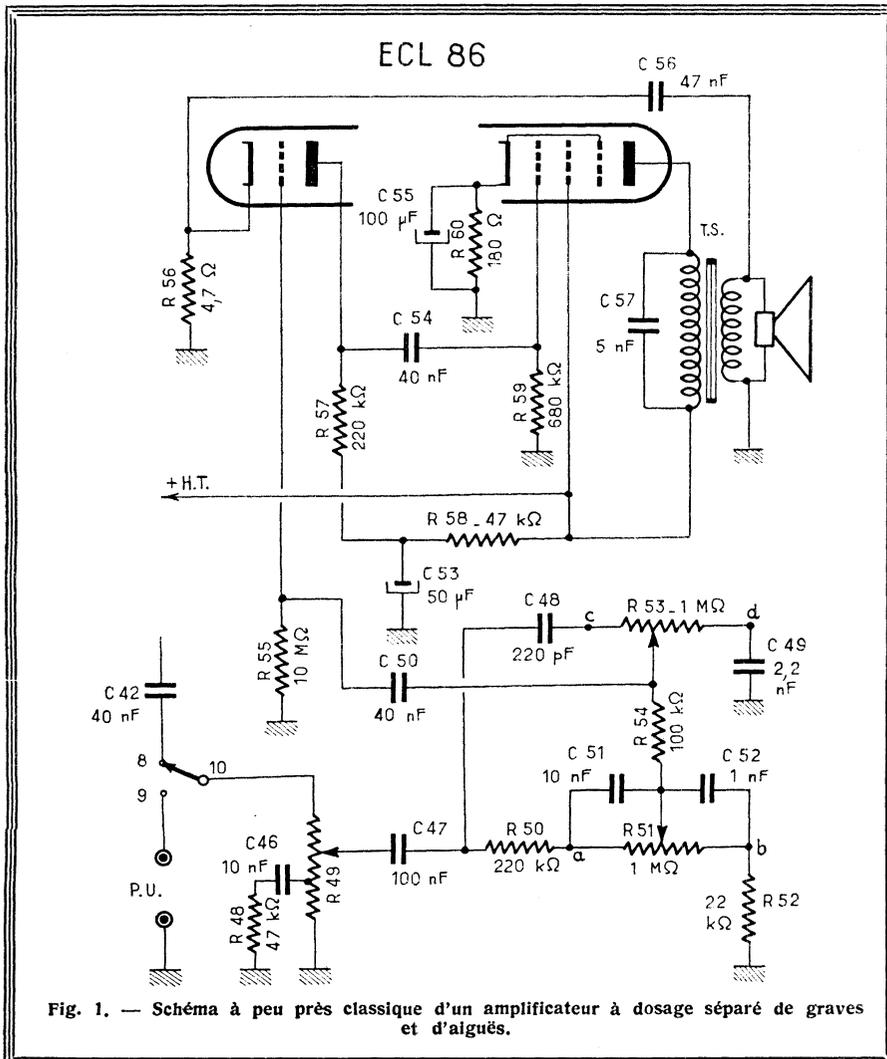

Fig. 1. — Schéma à peu près classique d'un amplificateur à dosage séparé de graves et d'aiguës.
Quelques exemples et résultats de mesures effectués sur un montage à peu près classique de la figure 1 nous feront mieux comprendre la façon de procéder.
Pour le montage de la figure 1, après avoir connecté le générateur B.F. suivant les indications données plus haut, nous l'accordons sur 800 Hz et réglons la tension de sortie à 0,05 V. Autrement dit, le bouton (2) sera placé sur B, le bouton (3) sur la position 8 et le bouton (4) ajusté de façon à amener l'aiguille du cadran 1 sur la graduation 800. D'autre part, l'atténuateur à plots (7) sera placé sur la position 0,1 V, et l'atténuateur progressif (9) ajusté de façon à amener l'aiguille du cadran (6) sur la graduation 5 de l'échelle supérieure (0 à 10).
Pour tracer la courbe de réponse de l'amplificateur de la figure 1, nous devons évidemment appliquer le signal à l'entrée P.U. et prélever la tension de sortie aux bornes de la bobine mobile, autrement dit aux bornes du secondaire du transformateur T.S. La marche à suivre sera la suivante :